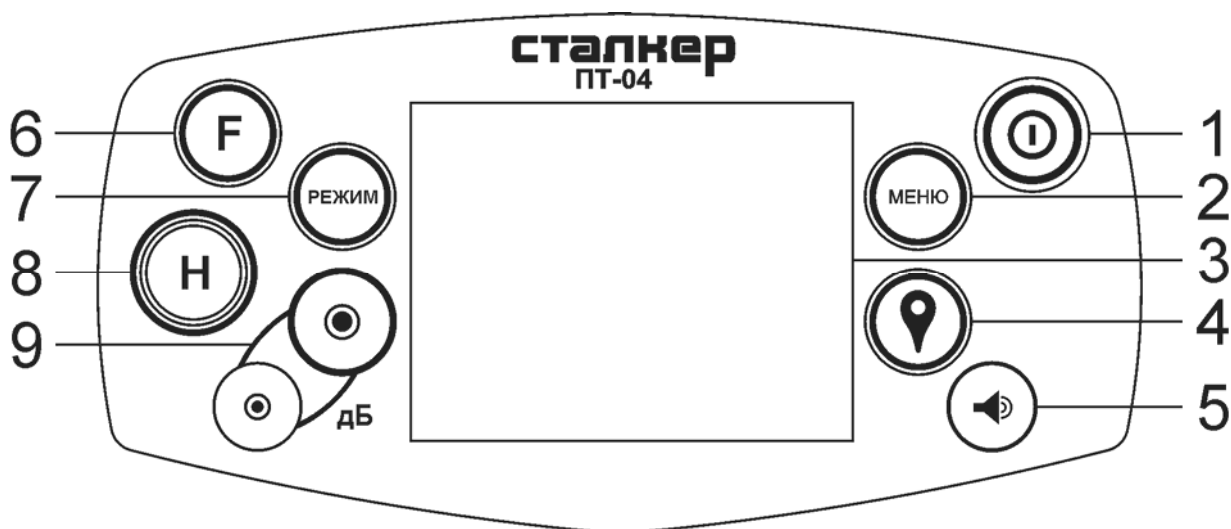

Рисунок 1.4.2 - Передняя панель приёмника
2.2.3 Включение и выключение приёмника осуществляется нажатиями кнопки «**Ⓢ**» (поз. 1 рис. 1.4.2).